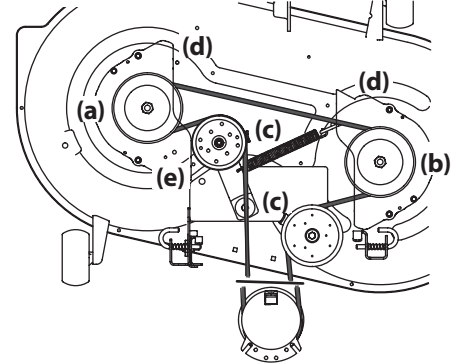
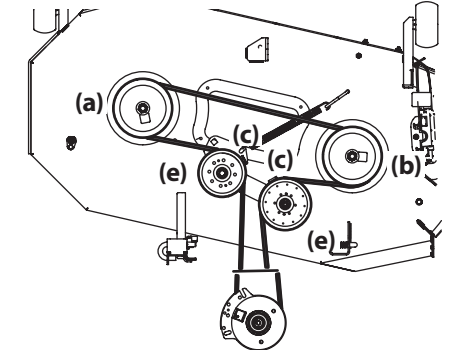
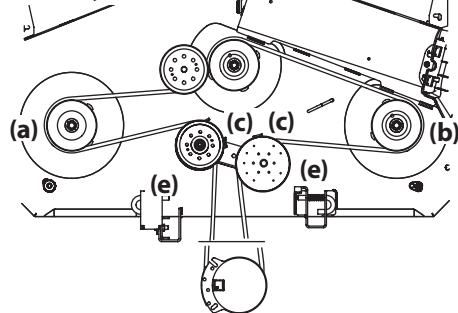

Figura 4-17
Figura 4-18
Figura 4-19
2. Afloje, pero no quite los accesorios a la derecha (a) y a la izquierda de la polea loca (b). Consulte la Figura 4-17 para las plataformas de 42 in, la Figura 4-18 para las plataformas de 46 in y la Figura 4-19